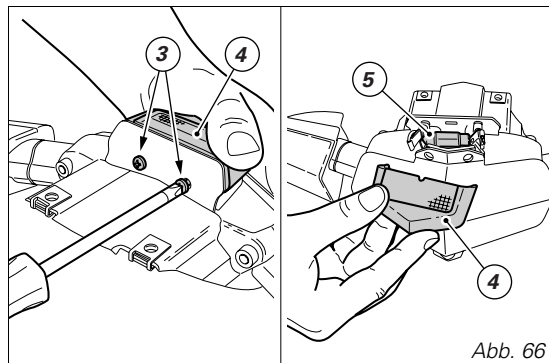

Abb. 66
Den Napf mit dem Transparent abziehen, dann die Glühbirne (5) der Kennzeichenbeleuchtung (Abb. 66) austauschen.